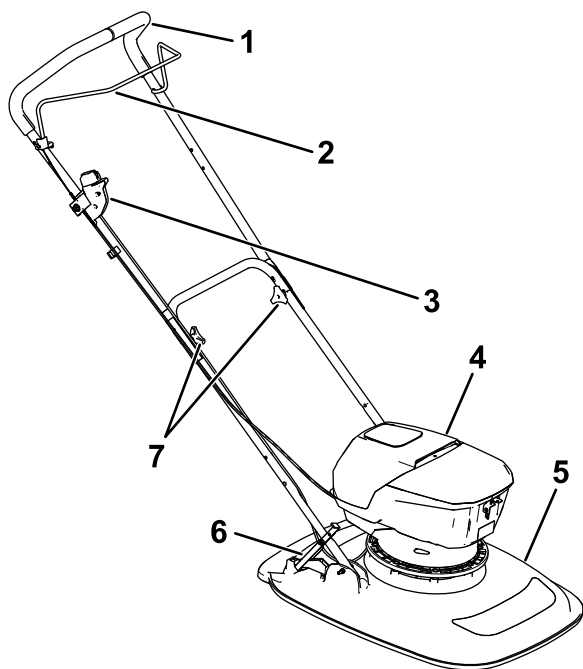

Figur 12
1. Montera den elektriska startbrytaren på handtaget enligt bilden (Figur 12).